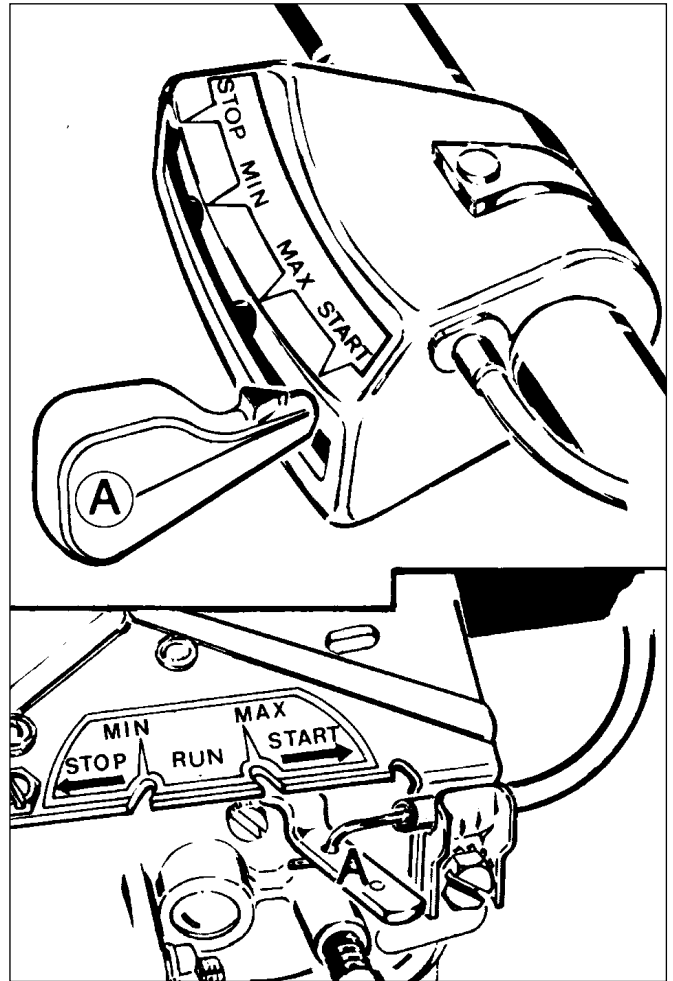

Abb. 6
- Prüfen Sie die Gesamtheit der Fernbetätigungsorgane auf ihre korrekte Einstellung hin, indem Sie den Handgashebel A auf CHOKE oder START stellen. Die Vergaserluftklappe sollte vollständig geschlossen sein (Abb. 6)